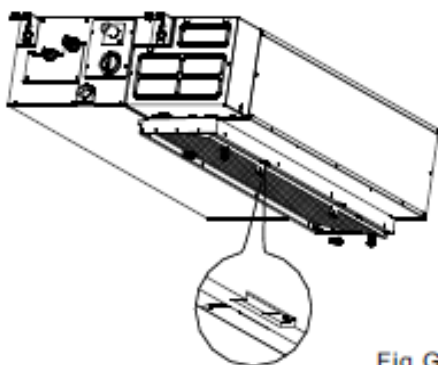

Fig. G2
2. Nell'unità con ventilazione discendente spingere delicatamente il filtro verso l'alto affinché il fermo si sblocca dai fori di fissaggio della flangia ed estrarre il filtro seguendo la direzione delle frecce come mostra la Fig. G2.